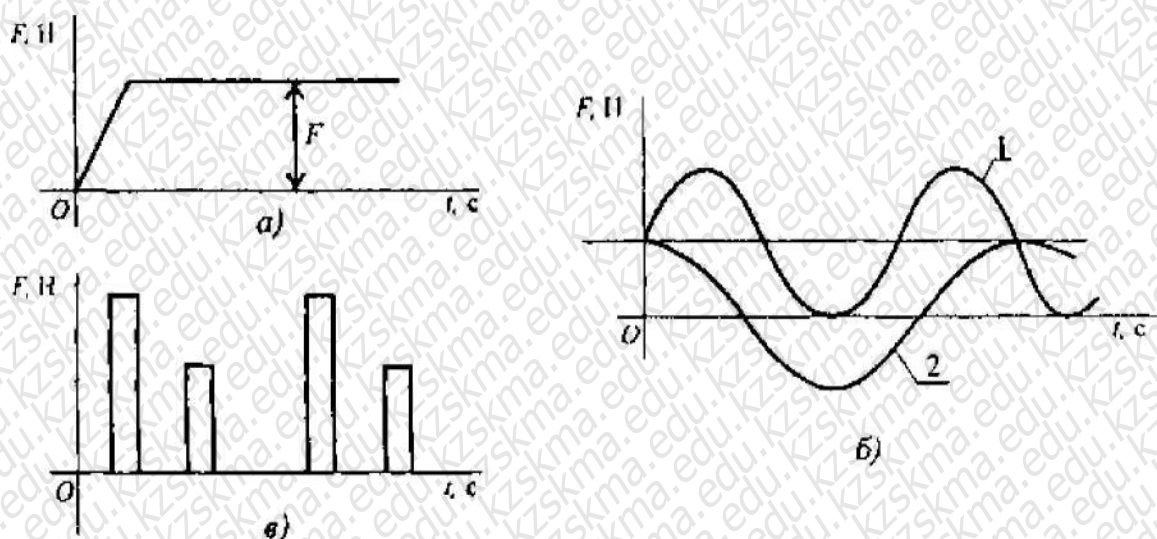

Рисунок 79.
*Статические* нагрузки (рис.79) меняются со временем или меняются очень медленно. При действии статических нагрузок проводится расчет на прочность.
*Повторно-переменные* нагрузки (рис.79,б) многократно меняют значение или значение и знак. Действие таких нагрузок вызывает усталость металла.
*Динамические* нагрузки (рис.79,в) меняют свое значение в короткий промежуток времени, они вызывают большие ускорения и силы инерции и могут привести к внезапному разрушению конструкции.